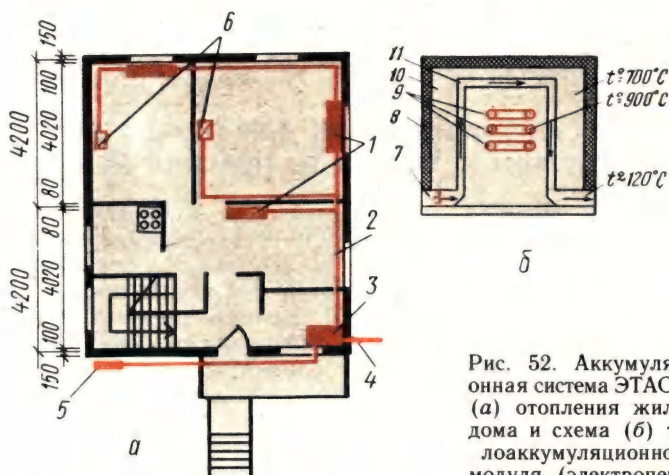

Рис. 52. Аккумуляционная система ЭТАСО-1 (а) отопления жилого дома и схема (б) теплоаккумуляционного модуля (электропечь):
*Бытовая электрическая аккумуляционная система отопления ЭТАСО-1* (табл. 60), предназначенная для основного отопления многоквартирных жилых домов, состоит из комплекта электрических аккумуляционных печей, электронных регуляторов температуры и щита управления (рис. 52).